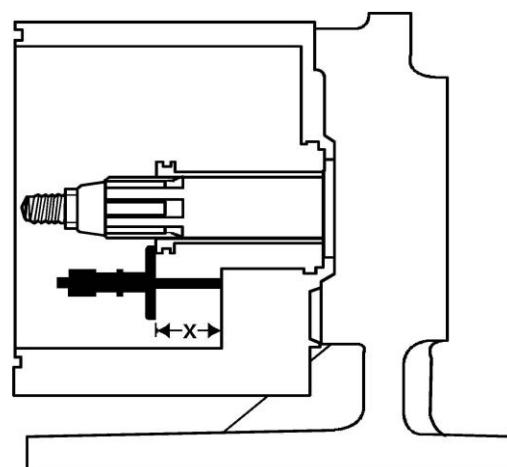

Abbildung 7 – „X“ Dimension
2. Installieren Sie die Dichtungshülse, Pos. 530, über dem Wet End der Welle, Pos. 200, wie in Abbildung 7 unten zu sehen ist. Die Dichtungshülse wird auf die Welle gedrückt, bis sie hinten ansetzt. Die Passflächen zwischen Hülse und Welle müssen gereinigt werden, um Fremdkörper oder Grade zu vermeiden..
3. Mittels eines Tiefenmikrometers oder eines anderen Geräts zur Messung von 0,02mm Schritten, wird die Ausdehnung zwischen der Schulter der Dichtungshülse bis zur hinteren Fläche des Pumpengehäuses gemessen, wie in Abbildung 7 zu sehen ist.
4. Ziehen Sie den Messwert aus Schritt 3 von der „X“ Abmessung für Ihr Pumpenmodell aus der folgenden Tabelle ab. Das Ergebnis entspricht der Dicke des Laminumrings, der zwischen Lagergehäuse und Lagerbock installiert wird. **HINWEIS: Wenn sich die aufgeführten Abmessungen beträchtlich von Ihrer Messung unterscheiden, kontaktieren Sie bitte den technischen Kundendienst von Watson-Marlow MasoSine unter +49 (0)7062 9560-0. Entfernen Sie die Schaftmanschette vom Schaft. Lösen und entfernen Sie die Montagekopschrauben des Lagergehäuses. Entfernen Sie Lagergehäuse und Schaftaufbau vom Lagerbock.**